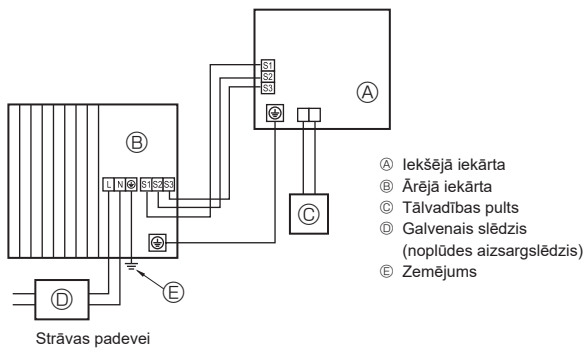
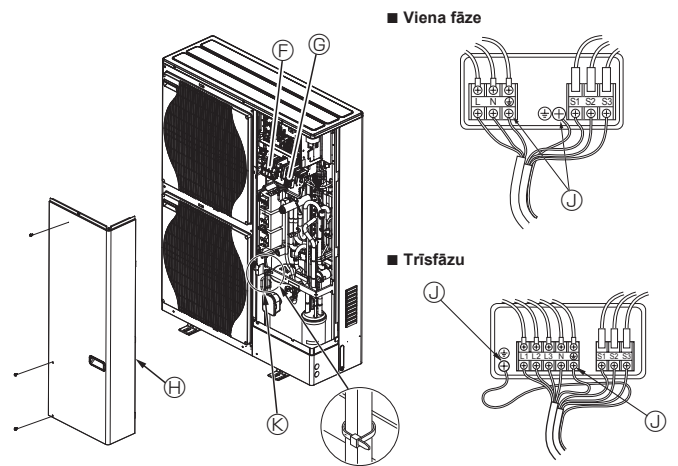

Fig. 5-1
Fig. 5-2
### 5.1. Ārējā iekārta (Fig. 5-1, Fig. 5-2)
- ① Noņemiet apkopes paneli.
- ② Pievienojiet un izvietojiet kabelus saskaņā ar Fig. 5-1 un Fig. 5-2.